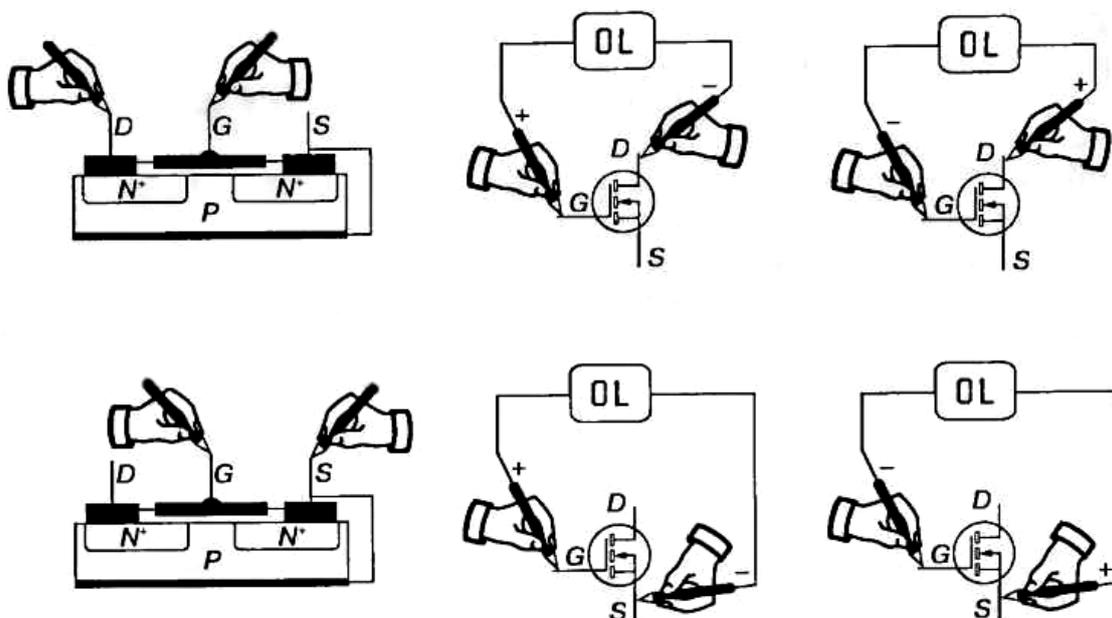

Рис. 12. Проверка мощного полевого транзистора МОП типа
Предлагаемый тест, иллюстрированный на рис. 12, позволяет только проверить, не проходит ли через силовой элемент
3. Необходимо протестировать изоляцию между затвором и истоком, закорачивая после каждого опыта выводы МОП транзистора. Повторить манипуляции с областью «затвор», «исток» (рис. 12). Следует отметить, что если в структуре МОП транзистора имеется обрыв, то это нельзя с легкостью зафиксировать с помощью мультиметра в режиме тестирования диода.